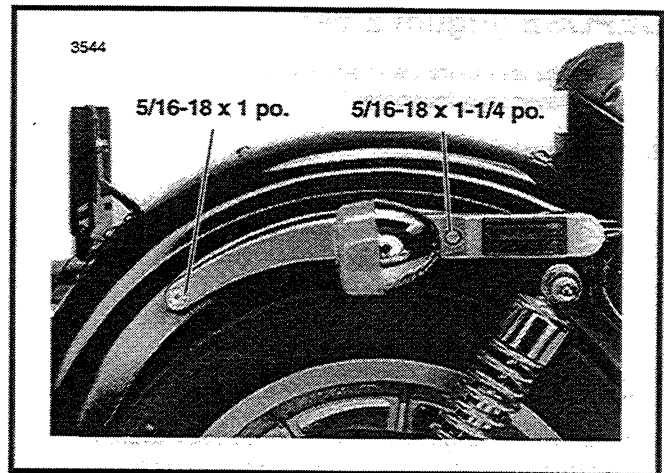

Figure 2-56. Garde-boue arrière, support et clignotant
4. Voir Figure 2-56. Enlevez l'écrou de blocage de 3/8 po. et la rondelle sphérique situés sous le garde-boue, fixant le clignotant. Faites sortir les fils du clignotant du garde-boue et du support en les tirant avec précaution.
6. Voir Figure 2-56. Retirez les quatre vis de 5/16-18 po. fixant le garde-boue et ses supports. Déposez soigneusement le garde-boue.
6. Voir Figure 2-56. Installez les supports et la visserie du garde-boue. Utilisez les vis à tête fraisée d'une longueur de 1-1/4 po. dans les orifices de montage avant et les vis à tête plate d'une longueur de 1 po. dans les orifices de montage arrière. Serrez les pièces de support du garde-boue à 8-13 pi-livre (11-18 N.m).